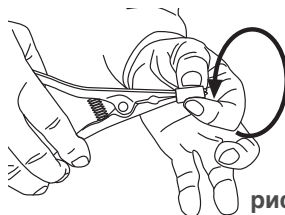

рис. 5
- 2) Медленно расширить расширительный зажим и неоднократно нажать с усилием, выжидая несколько секунд при каждом открытии. Повторить операцию несколько раз, поворачивая эластомерный переходник (Рис. 5) до достижения равномерного расширения.